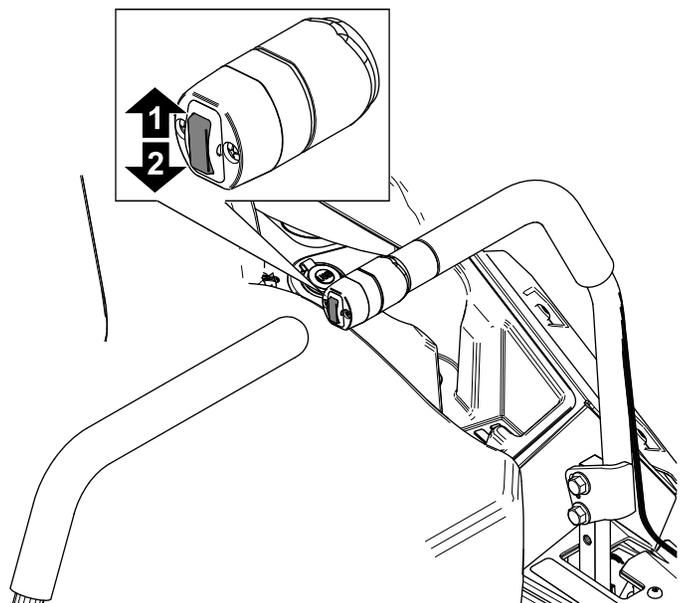

Figura 23
1. Presione hacia arriba el interruptor de elevación de la carcasa (Figura 23).